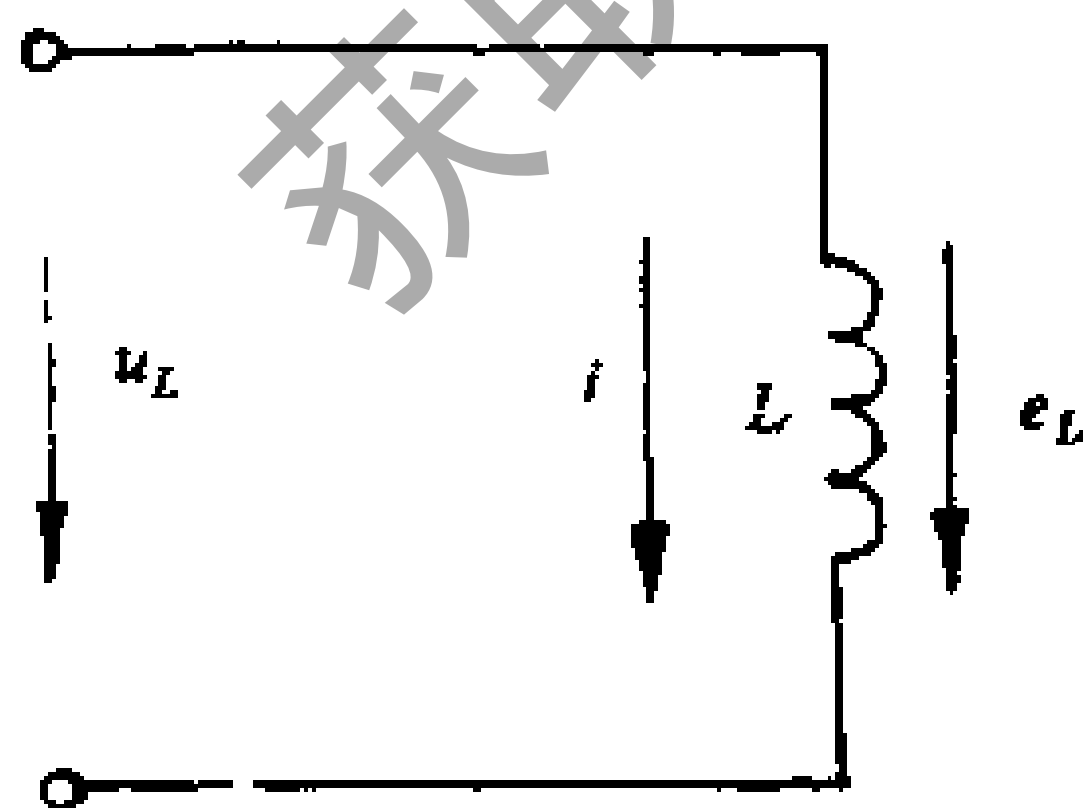
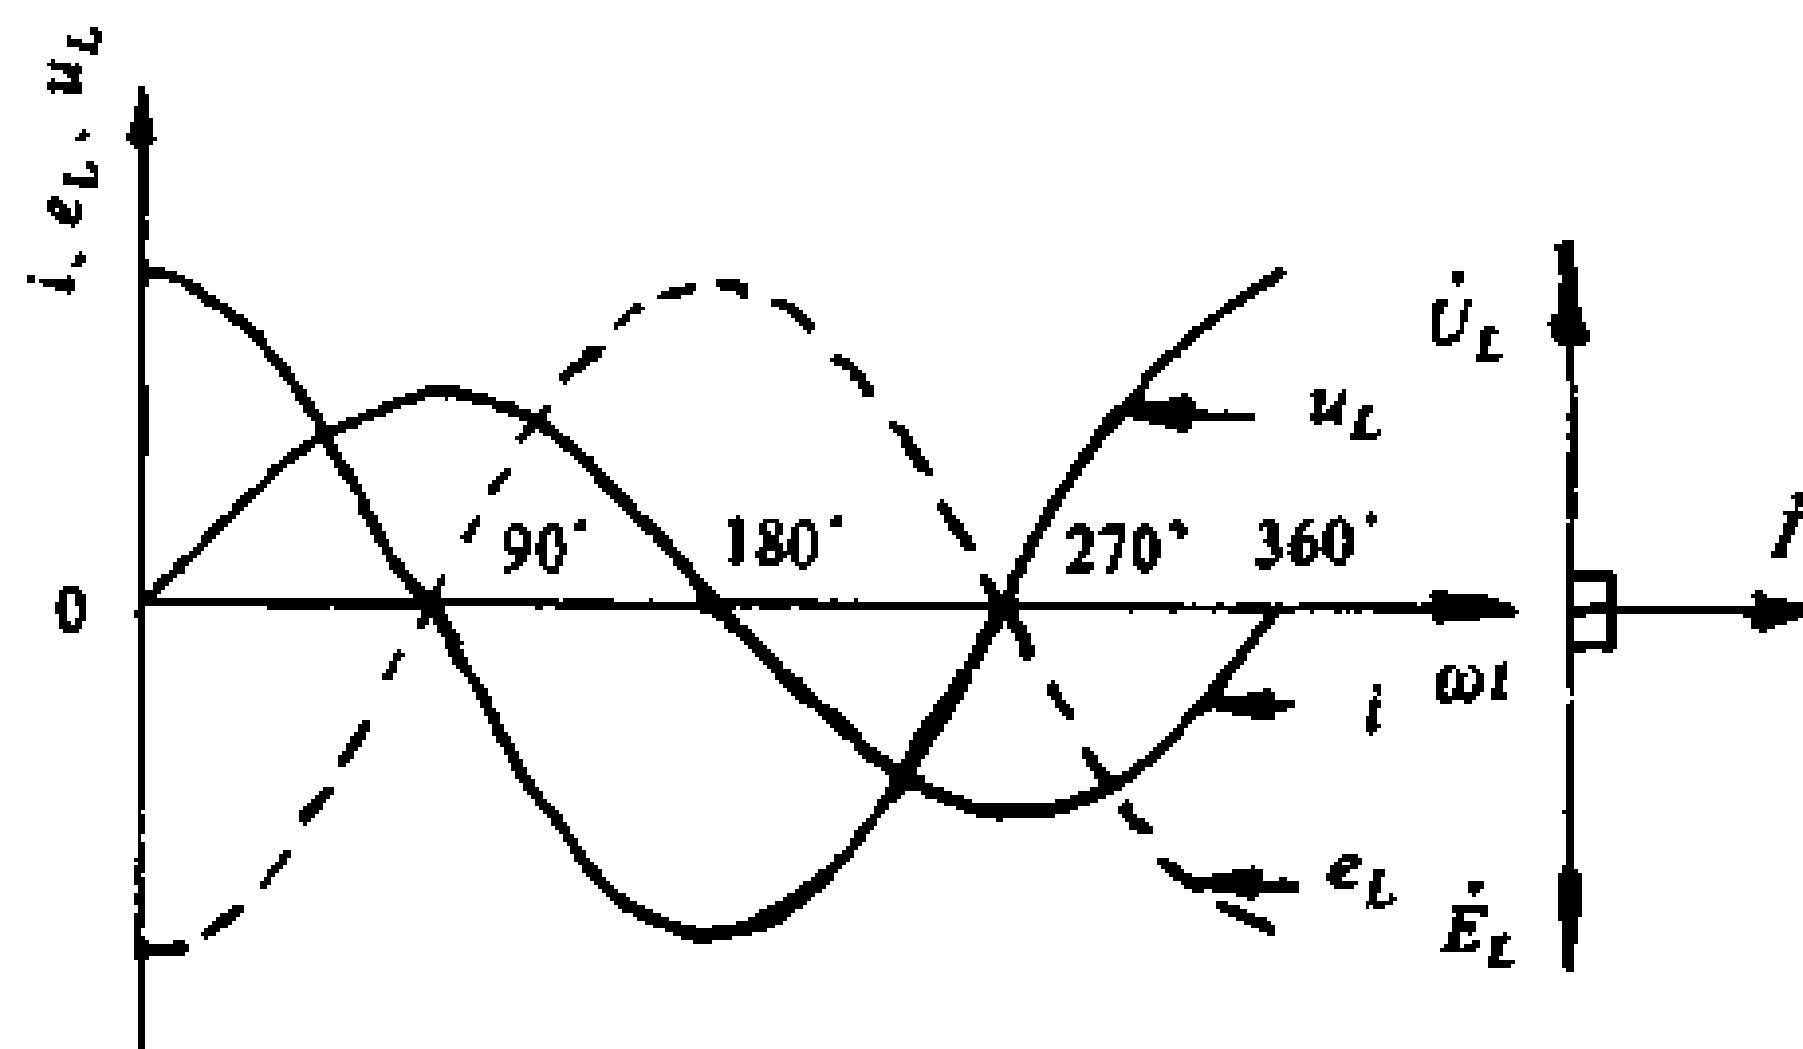

图 1-71 纯电感电路
图 1-72 纯电感电路中电流、电压波形图
(2) 电流与电压的相位关系:图 1-71 为一纯电感电路,在正弦电压的作用下,线圈中通过的电流为  $i = I_m \sin \omega t$ ,因而将在线圈中产生自感电势  $e_L$ 。根据楞次定律,自感电动势的方向,具有阻止电流磁场变动的趋势。当电流增加时,自感电势的方向和电流方向相反;当电流减小时,自感电势和电流方向相同,这说明自感电势的变化较电流滞后  $90^\circ$ 。因自感电势与线路电压大小相等、方向相反,所以线路电压的相位超前电流  $90^\circ$  (图 1-72)。